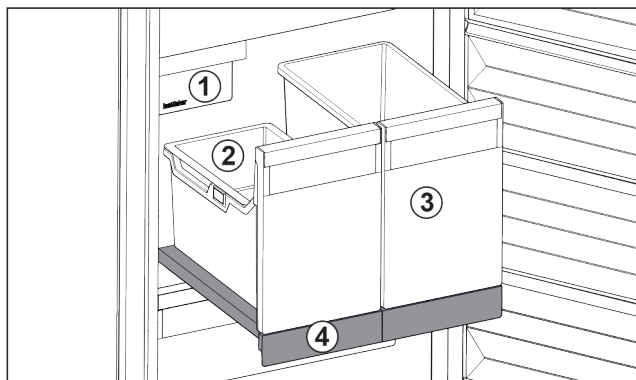

Fig. 79 Udtrækshylde med IceTower
- (1) IceMaker
- (2) Holder i døren til isterninger
- (3) Beholder til f.eks. pizza, alkoholiske drikkevarer
- (4) Udtrækshylde
Der findes to høje beholdere på udtrækshylden (IceTower). I beholderen Fig. 79 (2) samles og opbevares isterninger fra IceMaker. Beholderen Fig. 79 (3) er egnet til opbevaring af høje fødevarer som pizzaer eller alkoholiske drikkevarer.